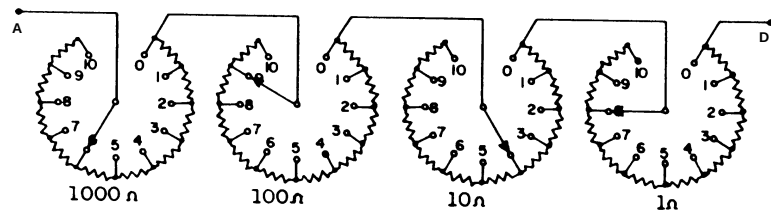

Figura 4 - Década de resistores para a resistência R_p .
- b. O resistor ajustável R_p é constituído de várias décadas de resistores, como mostra a figura 4. A figura 4 mostra quatro décadas de resistores, cujo incremento de resistência é de 1Ω , 10Ω , 100Ω e 1000Ω por posição, respectivamente.